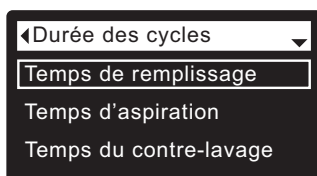

FIG. 73
5. Appuyez sur le SÉLECTEUR (O) pour afficher le menu de la durée des cycles (cf. Figure 73).
9. Appuyez sur le sélecteur (O) : l'afficheur revient au menu de la durée des cycles (cf. Figure 73).